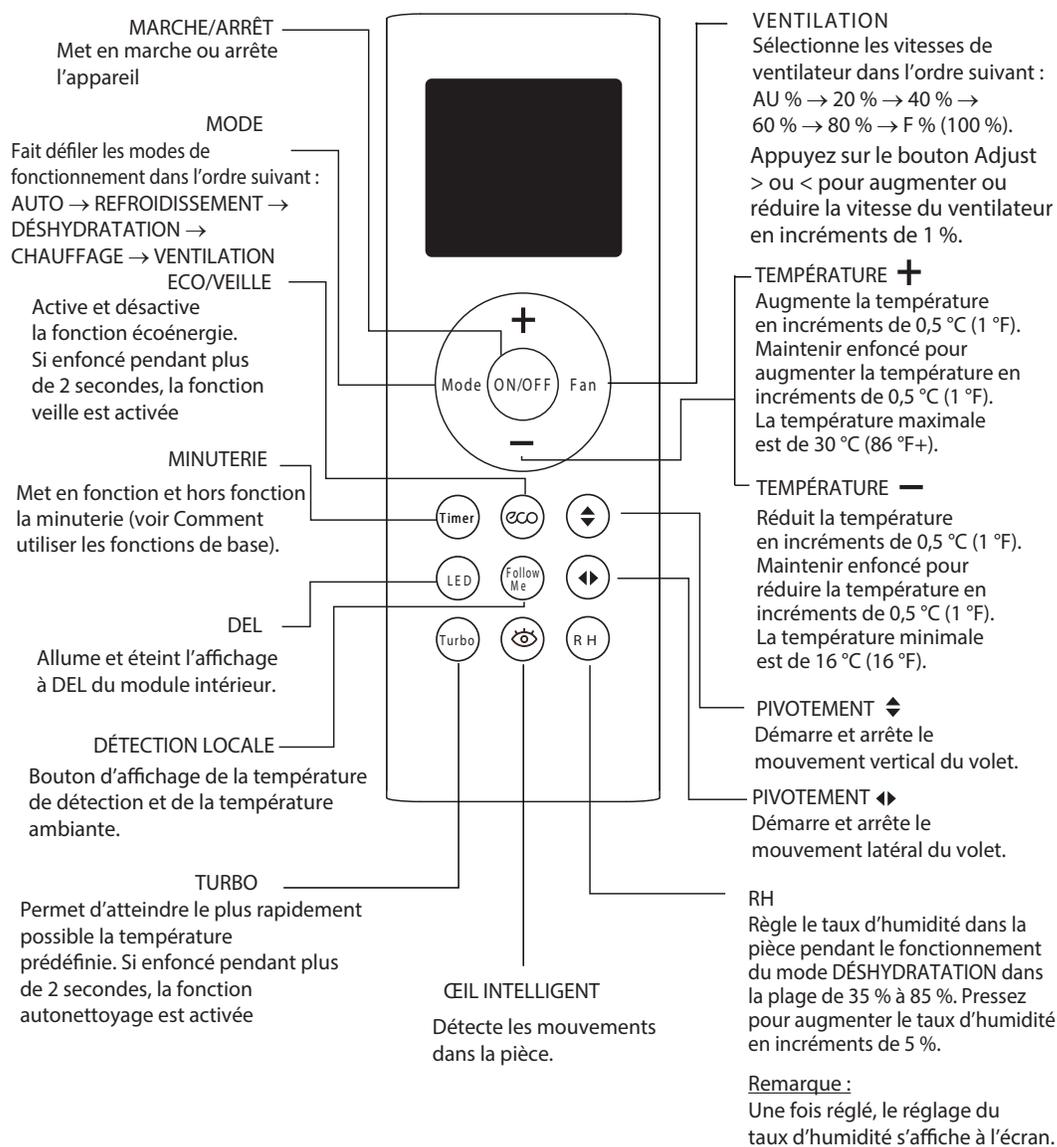

Fig. 3 – Télécommande
6. Réglez l'orientation du flux d'air. Lorsque vous mettez l'appareil en marche, les volets se placent à la position de chauffage ou de climatisation. L'utilisateur peut régler la position du volet ou choisir le mouvement continu du volet en appuyant sur le bouton de **pivotement horizontal du volet** (voir fig. 3).